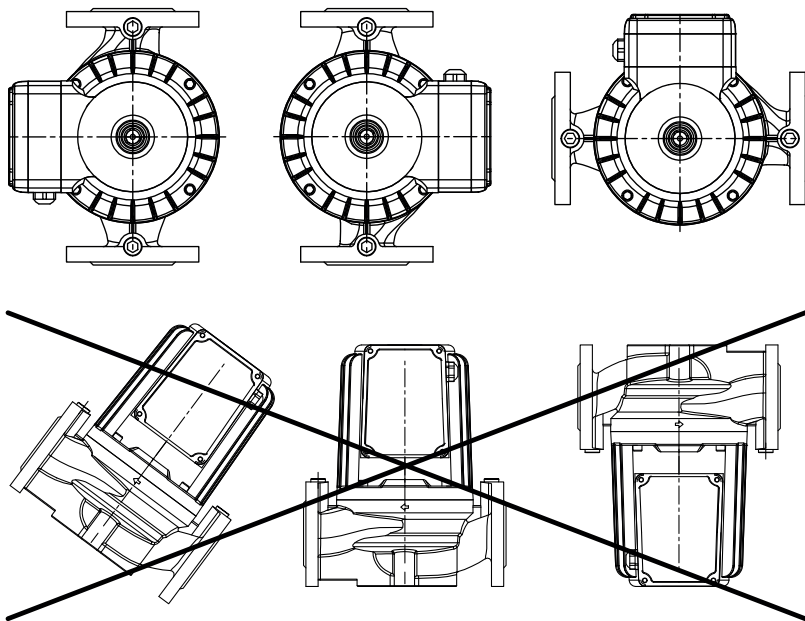

Рисунок 1. Допустимые, и не допустимые положения насоса на трубопроводе
- вал двигателя насоса должен располагаться строго горизонтально (см. рис. 1);